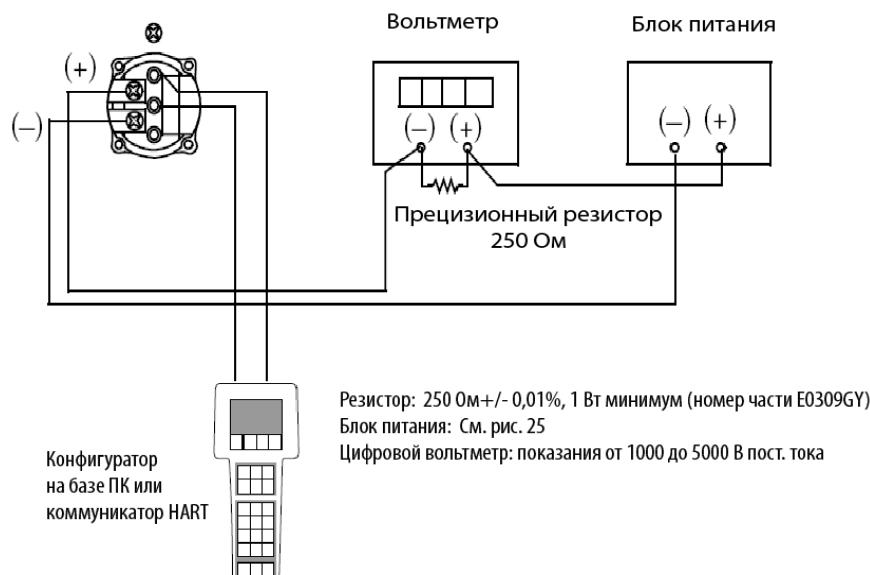

Рисунок 32. Схема подключения электронного оборудования для калибровки выхода 4-20 мА
Схема подключения оборудования показана на рис.32. Далее представлена процедура полевой калибровки.
5. При калибровке выходного сигнала также подключите оборудование, как показано на рис. 32.
При калибровке выходного сигнала также подключите оборудование, как показано на рис. 32.